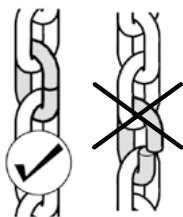
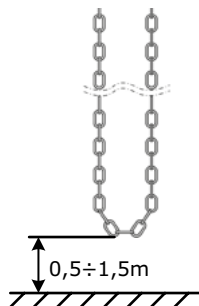

Рисунок 6
Рисунок 7
- цепь соединяется и разъединяется с помощью соединительных звеньев другого цвета. Кромки соединительного звена цепи должны располагаться точно друг над другом (рис. 6). Край цепи аварийного ручного управления в собранном состоянии должен находиться на высоте  $0,5 \div 1,5$  метра (рис. 7). При необходимости укоротите цепь. Максимальная длина цепи в комплекте поставки привода 10 м. Если длины цепи недостаточно, то требуется приобретать отдельно цепь требуемой длины.